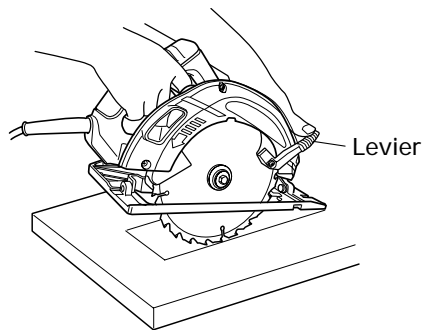

Fig. 15
1. Marquer bien lisiblement la section à couper avec des lignes sur tous les côtés. (Voir Fig. 15)
3. Pousser le levier à fond vers l'arrière jusqu'à ce que la lame soit exposée, comme indiqué à la Fig. 15.